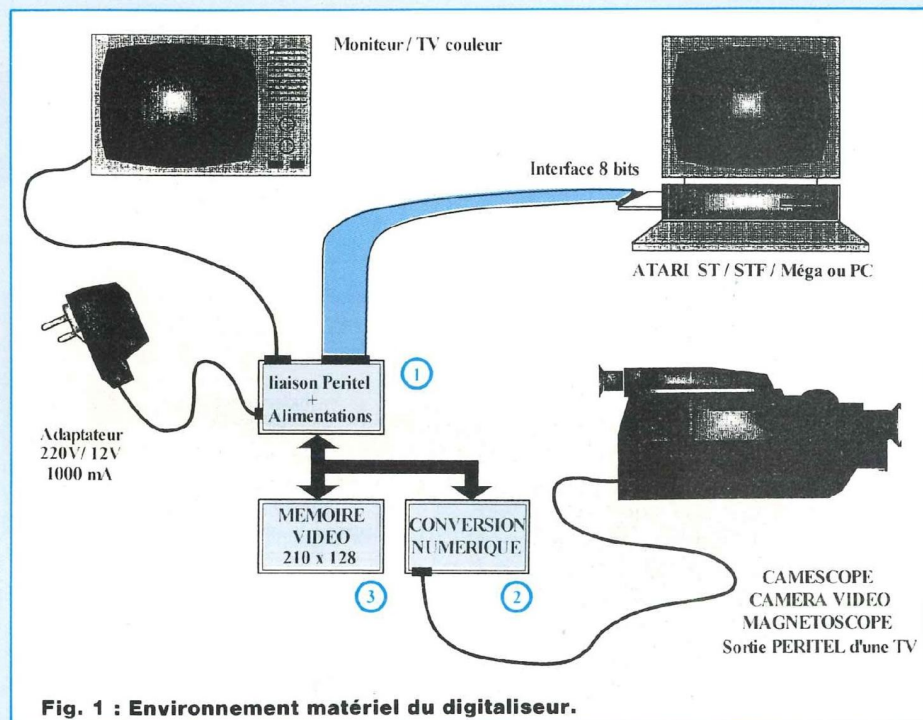

Fig. 1 : Environnement matériel du digitaliseur.
Le schéma fonctionnel de la figure 1 présente l'environnement matériel de la version de base du digitaliseur vidéo. Le digitaliseur nécessite l'interface pour port cartouche (Atari) décrite dans le n° 126, ou l'interface pour port parallèle (PC) décrite dans le n° 127. Le câble en nappe de l'interface est relié à un circuit imprimé (1) assurant trois principales fonctions : la visualisation sur un moniteur de contrôle, le dialogue avec l'ordinateur et l'alimentation de l'ensemble du digitaliseur. Il pourra fonctionner à partir d'un adaptateur secteur universel (quelle que soit sa polarité) et il est probable que vous en ayez déjà un qui traîne chez vous. Un deuxième circuit (2) est destiné à la séparation des signaux de synchronisation de la source vidéo et à la digitalisation sur 6 bits du signal vidéo. Il fournit également tous les signaux de contrôle à la carte mémoire. Enfin, le troisième module (3) mémorise en continu les trames vidéo numériques délivrées par le convertisseur 6 bits. La source vidéo peut être un caméscope, un portier de villa, une caméra de surveillance, un téléviseur ou un magnétoscope. Comme les signaux de couleur ne sont pas directement différenciés par le digitaliseur, le standard de la source importe peu (PAL, SECAM ou NTSC).